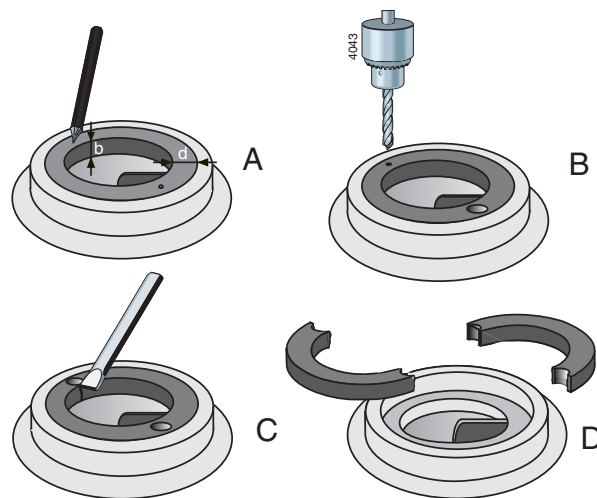

Figura 4: Desmontaje del anillo de desgaste estacionario
- 1 Mida el espesor (d) y el ancho (b) del anillo, consulte figura 4 A.
- 2 Realice un orificio de centrado en mitad del borde del anillo en dos puntos opuestos, consulte figura 4 B.
- 3 Utilice una broca con un diámetro algo inferior que el grosor (d) del anillo y realice dos taladros en éste, consulte figura 4 C. La profundidad del taladro no debe superar el ancho (b) del anillo. Procure no dañar la superficie de contacto de la carcasa de la bomba.
- 4 Corte mediante un cincel el resto del grosor del anillo. Ahora puede retirar de la carcasa de la bomba las dos mitades del anillo, consulte figura 4 D.